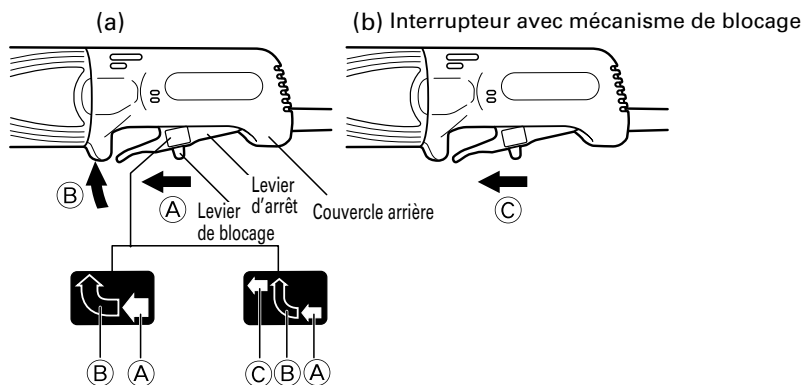

Fig. 3
Pour mettre l'outil en marche, pousser le levier de blocage dans la direction de ① et appuyer sur le levier d'arrêt dans la direction de ② comme indiqué sur la Fig.3-a.
Ensuite, poussez le levier de blocage dans la direction de ③ comme indiqué sur la Fig.3-b tout en appuyant sur la levier d'arrêt pour verrouiller et permettre un fonctionnement continu.
Pour annuler le mode de blocage, appuyer sur le levier d'arrêt dans la direction de ② comme indiqué sur la Fig.3-a et relâcher le levier d'arrêt pour arrêter l'outil.
Pour mettre l'outil en marche, pousser le levier de blocage dans la direction de ① et appuyer sur le levier d'arrêt dans la direction de ② comme indiqué sur la Fig. 3-a. Relâcher le levier d'arrêt pour arrêter l'outil.